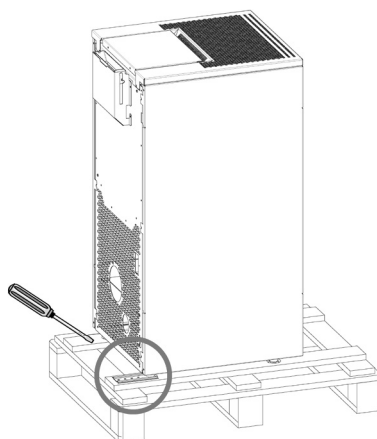

Fig. 1 - Odstranitev nosilcev
- Odstranite nosilce, ki blokirajo noge peči (glejte **Fig. 1**). Nato nadaljujte z odstranitvijo peči s palete.